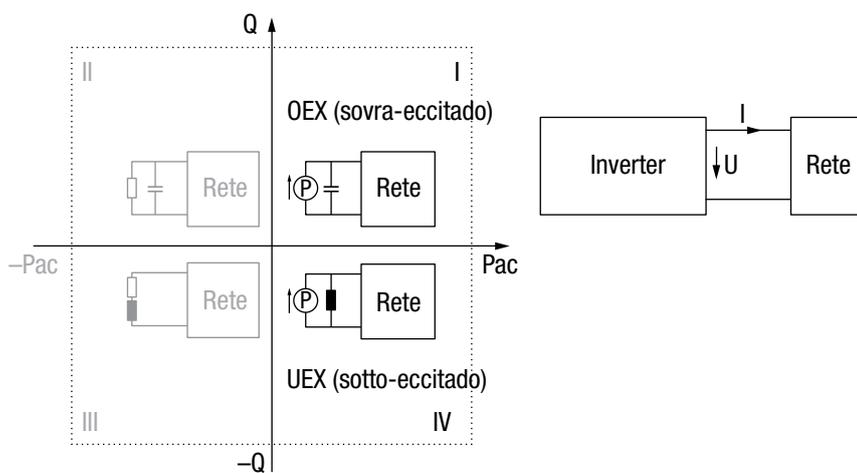

Figura 5 Sistema di segnalazione a freccia del generatore
- Modalità di esercizio OEX "sovraeccitato": L'inverter aiuta a supportare la tensione al punto di connessione di rete (quadrante I in figura 5).
- Modalità di esercizio UEX (sovraeccitato): L'inverter aiuta a limitare la tensione al punto di connessione di rete (quadrante IV in figura 5).